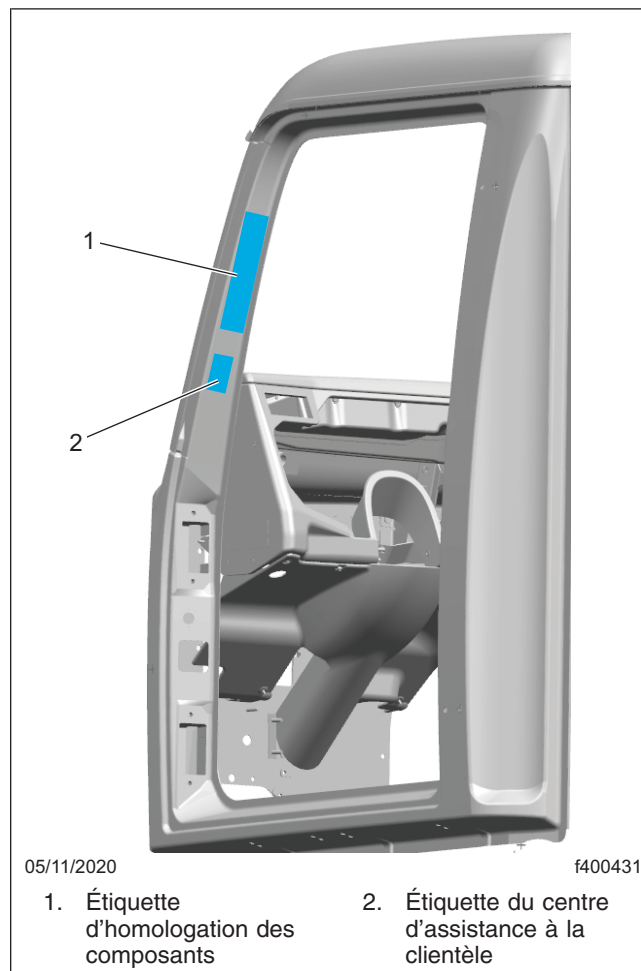
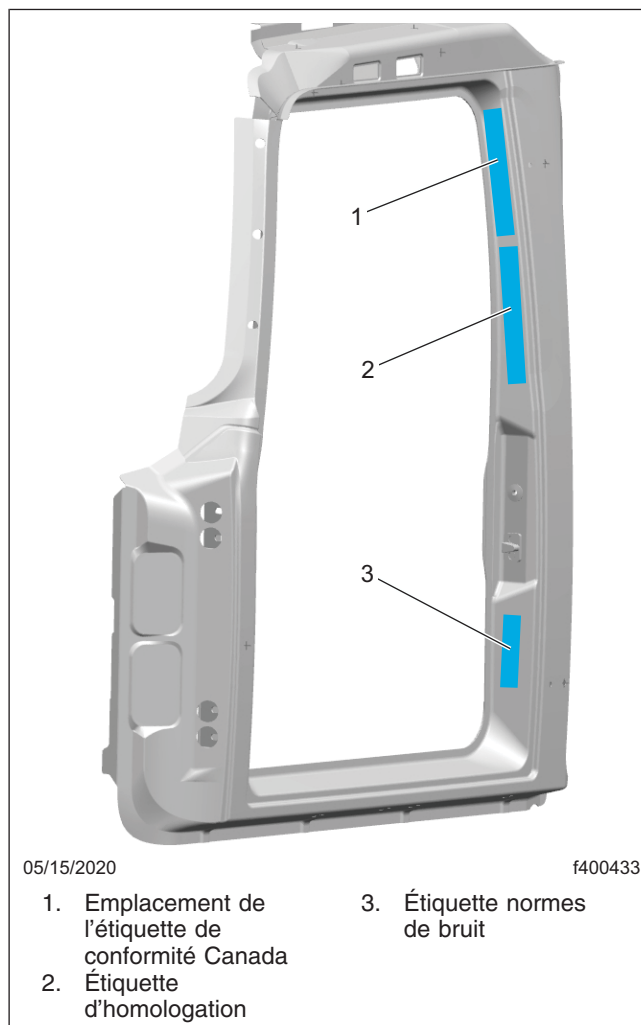

Fig. 8, Emplacement de l'étiquette d'homologation des composants, camions Western Star, États-Unis
Fig. 10, Emplacement de l'étiquette de conformité Canada, camions Western Star, États-Unis
- Ouvrez la portière côté conducteur, puis localisez l'étiquette d'homologation des composants. Reportez-vous à la Figure 8. Reportez-vous à la Figure 5 pour un exemple d'étiquette d'homologation des composants Freightliner.
3. Ouvrez la portière côté conducteur, puis localisez l'étiquette d'homologation des composants et l'étiquette de conformité Canada. Reportez-vous à la **Figure 8** et à la **Figure 10**. Reportez-vous à la **Figure 5** pour un exemple d'étiquette d'homologation des composants Freightliner.